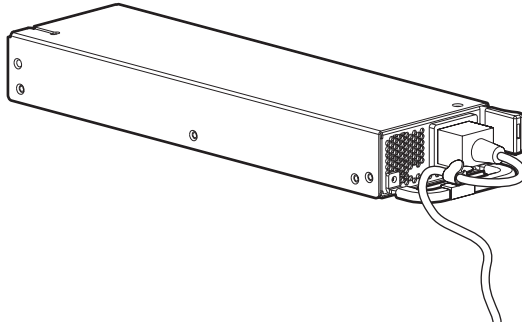

図 24. 張力緩和クリップによる電源コードの固定
5. ノードハードウェア キットに付属する張力緩和クリップを使って、電源コードを固定します (図 24)。